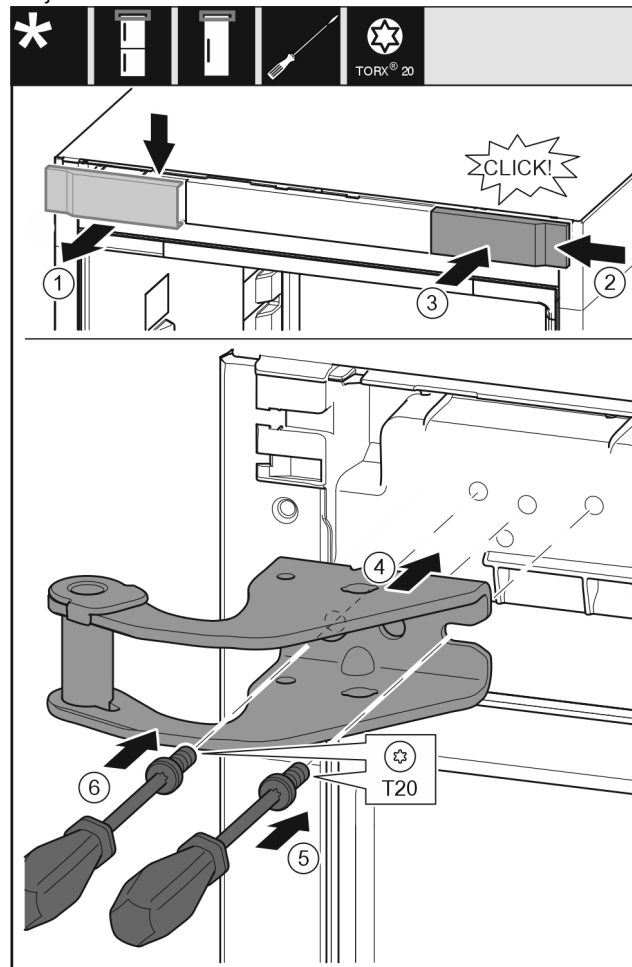

Fig. 13
- ▶ Odeberte kryt shora dopředu. Fig. 13 (1)
- ▶ Kryt otočený o 180° zavěste na druhé straně zprava. *Fig. 13 (2)*
- ▶ Zaklapněte kryt. *Fig. 13 (3)*
- ▶ Nasadte horní stojan ložiska. *Fig. 13 (4)*
- ▶ Šroubovákem T20 nasadte šroub a utáhněte. *Fig. 13 (5)*
- ▶ Šroubovákem T20 vložte šroub a utáhněte. *Fig. 13 (6)*